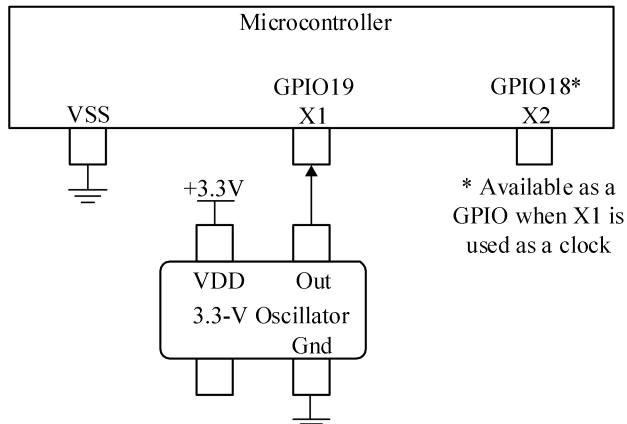

图6-11 单端3.3V外部时钟
- 单端 3.3V 外部时钟。时钟信号应连接到 X1 (如图6-11 所示)，且 XTALCR.SE 位设置为 1。